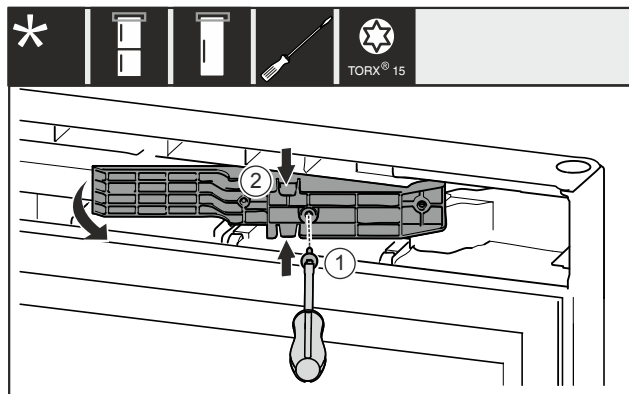

Fig. 14 *
- ▶ Odstranite vijak Fig. 14 (1)*
- ▶ Potisnite prilagodilnik Fig. 14 (2) zgoraj in spodaj rahlo skupaj in odstranite.*